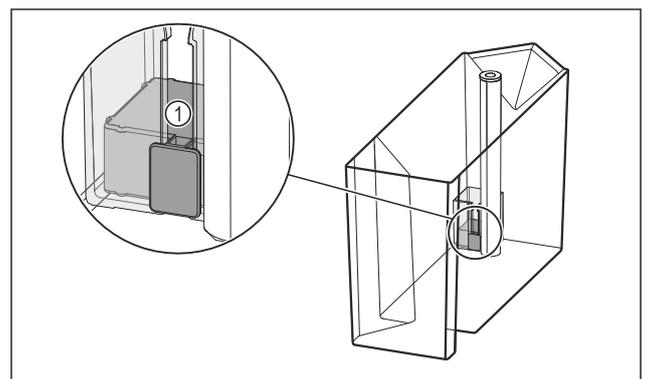

Fig. 98
- ▶ Verificați dacă este înțepenit plutitorul Fig. 98 (1).